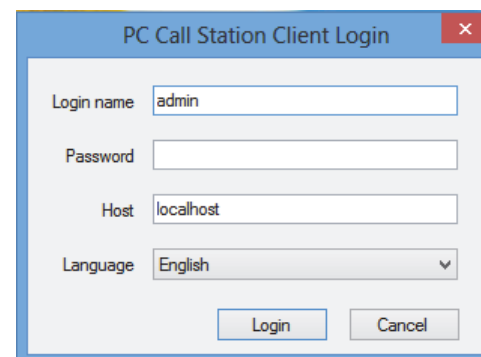

abbildung 62.1: PC Sprechstellen-Client-Login
- 2 Klicken Sie auf *PC Sprechstellen-Client*. Es erscheint ein Bildschirm, der dem in abbildung 62.1 ähnelt.